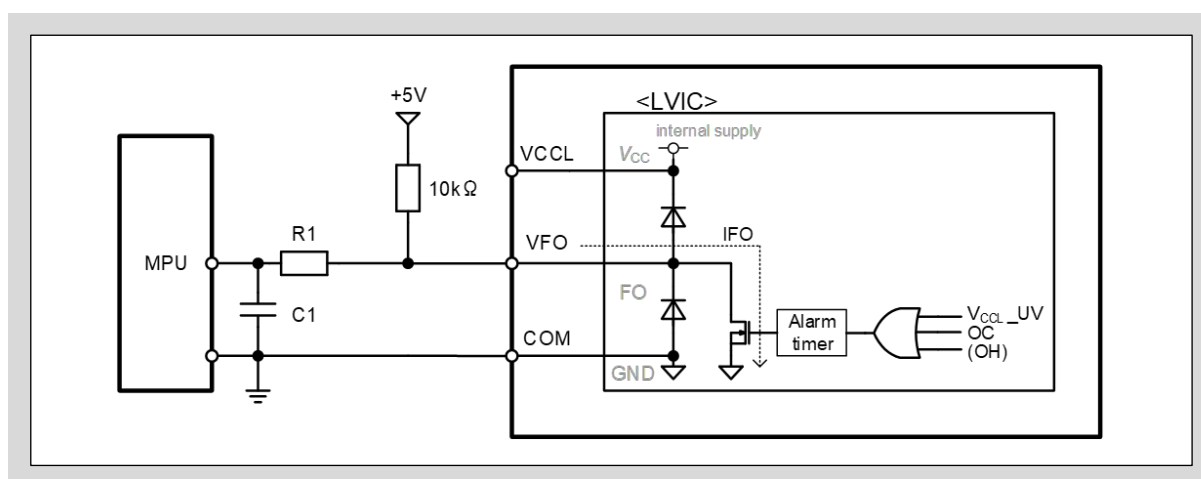
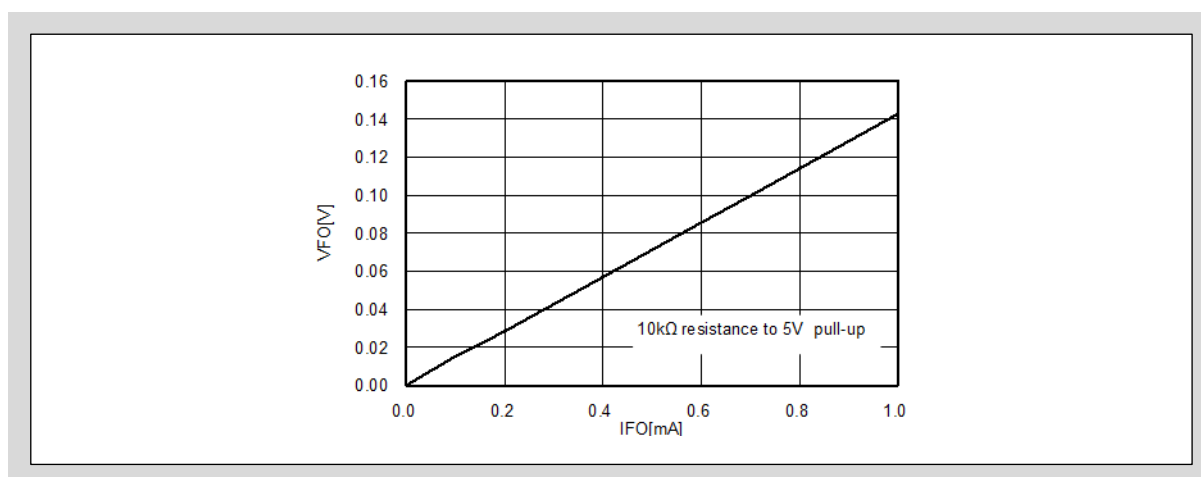

図3-21 VFO端子とMPU I/Oの推奨接続回路
図3-22 アラーム出力状態のVFO端子のVI特性
- 図3-21に示すようにアラーム出力VFO端子はMPUと直接接続することが可能です。VFO端子はオープンドレイン出力となりますので、5Vもしくは3.3Vのロジック制御用の直流電源に10kΩの外付け抵抗でプルアップしてください。また、MPUラインにバイパスコンデンサC1と5kΩ以上の突入電流制限抵抗R1を接続することを推奨します。これらの信号ラインは、可能な限り最短距離で配線してください。
- 図3-21に示すようにVCC-L-VFOとVFO-COM端子間に電氣的にダイオードが接続されています。このダイオードは、本製品をサージ入力から保護するためのものであるため、電圧クランプダイオードとして使用しないでください。本製品が破壊する恐れがあります。
- 図3-22にアラーム出力時のVFO端子の電圧-電流特性を示します。 I_{FO} は図3-21に示すVFO端子のシンク電流となります。